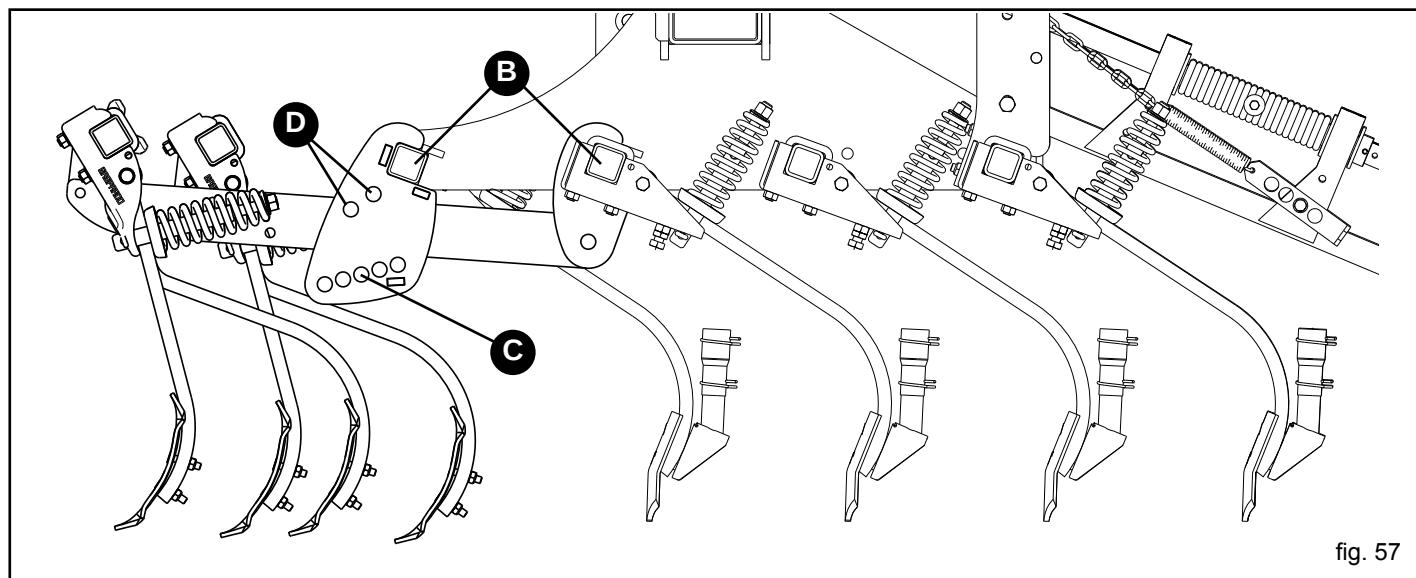

fig. 57
Der an der Vorderseite der Sämaschine angebrachte Saatbettbereiter ist für die Aussaat auf grob bearbeitetem Boden geeignet. Die Ausrüstung wird an den Punkten (B, Abb. 57) an der Sämaschine angebracht.
Die Arbeitstiefe der Saatbettbereiterelemente wird durch das Ändern der Position des Stiftes (C) Abbildung 57 eingestellt.
ACHTUNG: Während des Straßentransports muss die Bewegung des Saatbettbereiters mit dem beigeestellten Stift blockiert werden, der in die entsprechenden Löcher zu stecken ist (D, Abb. 57).